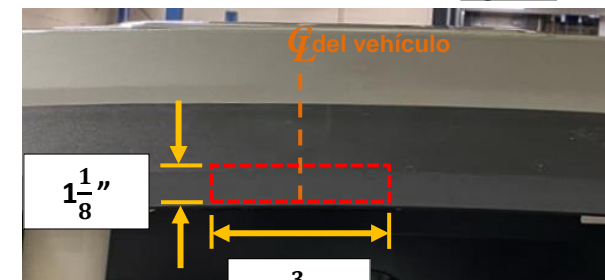

Figura 2
**7. Recortar la fascia inferior:** Con una cinta métrica, un marcador y una navaja utilitaria, medir, marcar y recortar la fascia inferior como se muestra en la Figura 2.